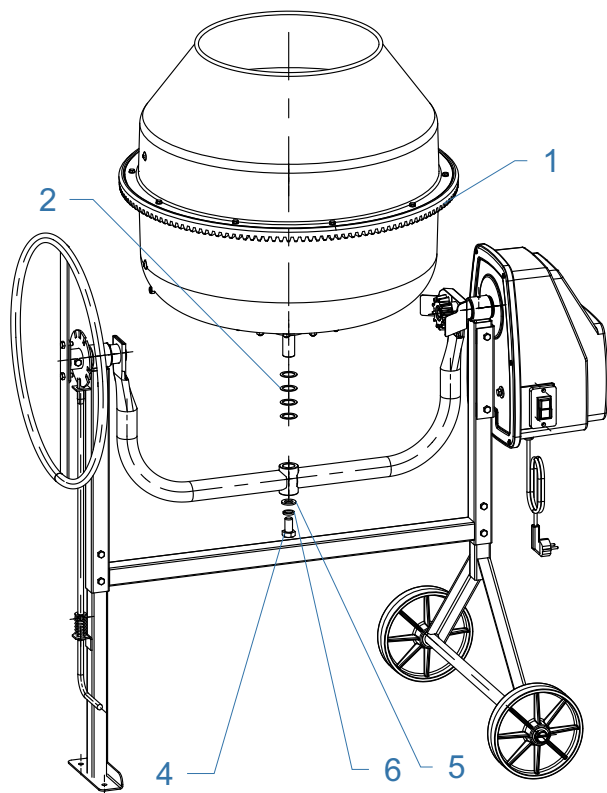

Рис.12
Провести работы в объеме ЕО и ТО-1. Проверить натяжение ремня и при необходимости подтянуть. Показателем ослабления натяжения ремня служит снижение частоты вращения барабана с увеличением нагрузки более чем на 5% от 27 об/мин. Схема натяжения ремня приведена на рис.12.	Ключи гаечные, ветошь, вода.
Показателем для замены зубчатого венца служит износ зубьев зубчатого венца или наличие микротрещин зубчатого венца. При наличии незначительного износа зубчатого венца поз.1 (рис.12), зацепление возможно отрегулировать, изъав регулировочные шайбы поз.2 и уменьшить образовавшийся зазор в зацеплении.
- Отвернуть, гаечным ключом болт поз.4 (рис.12), снять плоскую шайбу поз.5 и пружинную поз.6.
Установить на ось барабана с замененным венцом набор шайб поз.2, установить ось барабана в стакан траверсы. Проверить зубчатое зацепление, сделав полный оборот барабана. При больших или меньших показателях добавить или изъять необходимо шайб поз.2. При достижении нужного зацепления собрать болт поз.4 с шайбами поз.5 и поз.6 и завернуть болт в сборе с шайбами в отверстие оси. Проверить затяжку болта и вращение (рис.12 и 13).